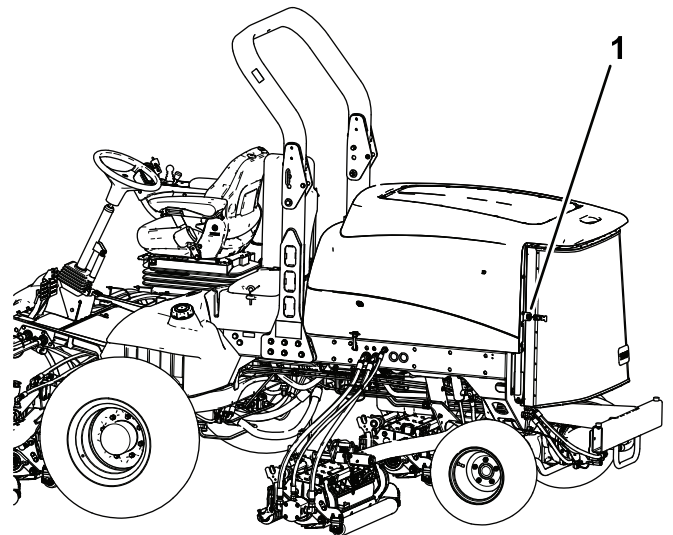

図 115
2. 後部スクリーンのラッチを外してスクリーンを開く(図 115)。